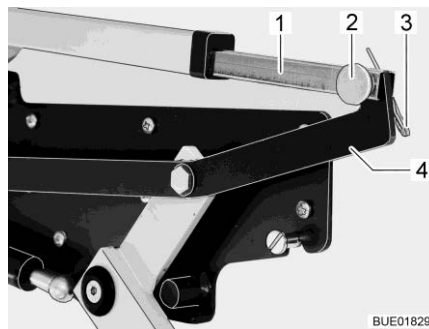

Bild 142 Drivenhet för höjbar säng
- Lossa förbindelsen mellan skjutstången (Bild 142,1) och spaken (Bild 142,4). Dra ut splint (Bild 142,3) och stift (Bild 142,2).